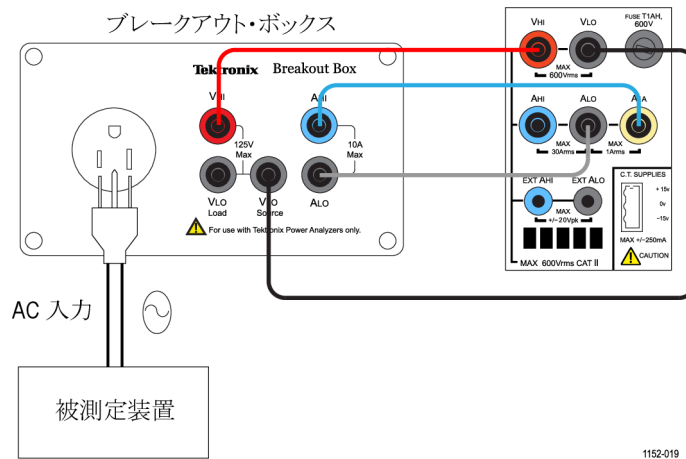

図 54: 待機電力測定の結果図
- 結線図に示すように、Tektronix ブレークアウト・ボックス(BB1000)を使用して DUT を接続します。(図 54 参照)。